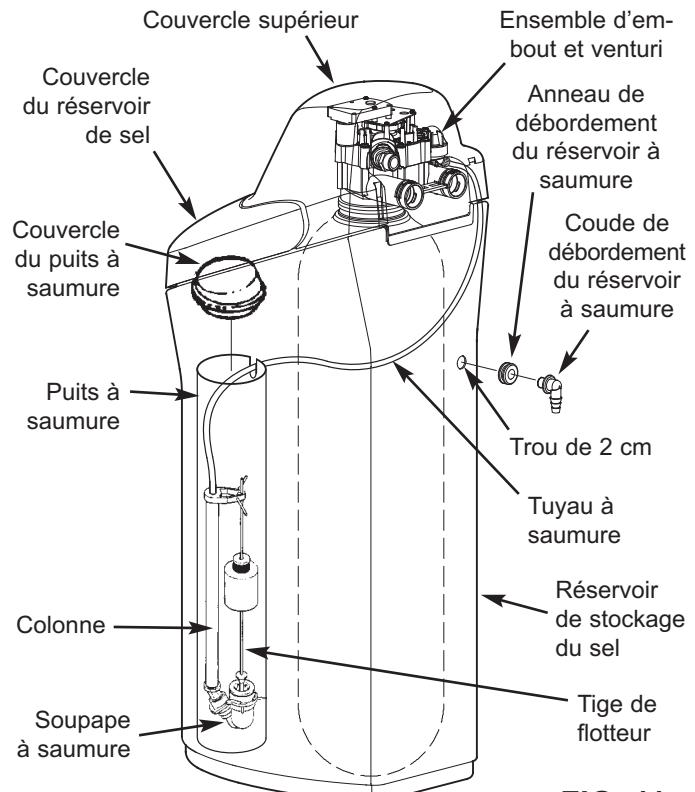

FIG. 11
1. Les modèles North Star sont assemblés à l'usine. Lors de l'installation, dégarez et enlevez le couvercle supérieur, ensemble avec le couvercle du réservoir de sel, pour exposer la soupape de l'adoucisseur. Placez-la de côté pour éviter de l'endommager. Vérifiez que le puits à saumure est bien fixé et vertical (consultez la figure 11).